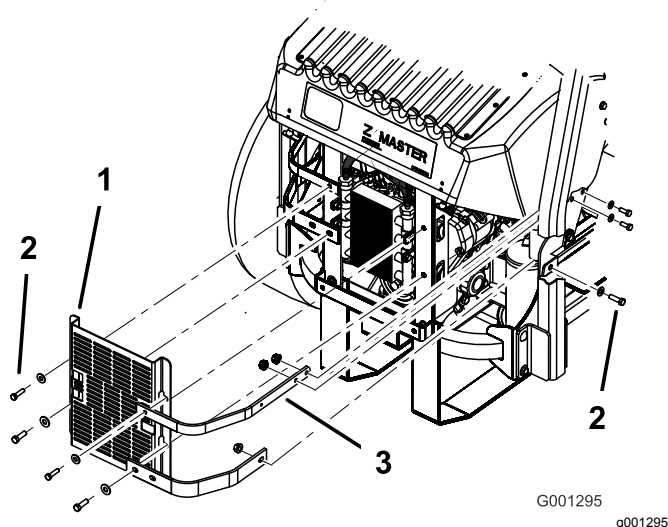

Figure 81
3. Enlevez les 4 boulons qui fixent l'écran du refroidisseur d'huile au bâti arrière (Figure 81).
4. Enlevez les 3 boulons qui fixent les barrettes du moteur au côté de la machine (Figure 81).
12. Montez l'écran du refroidisseur d'huile et les barrettes du moteur sur le bâti arrière au moyen des 4 boulons retirés précédemment (Figure 81).
13. Fixez les barrettes du moteur au côté de la machine (Figure 81).